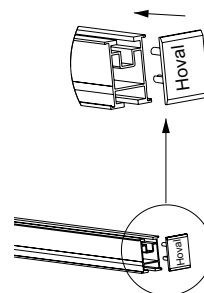

Fig. 28
4. Repetați procesul până la instalarea tuturor colectoarelor. Fixați ultimul colector cu ajutorul clemelor terminale. Instalați capacul de protecție pe ultimul profil de extensie (Fig. 28).